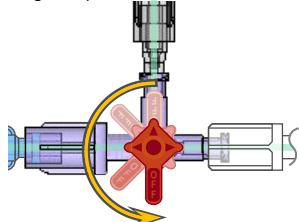

Figura 7. Reanudación del ahorro
- b. Para reanudar el ahorro de contraste, abra el paso del DyeVert Power XT tanto en la llave de paso para selección de válvula como en el catéter (consulte la figura 7).